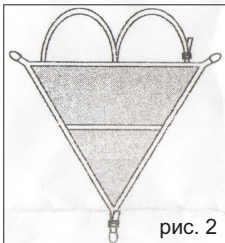

рис. 2
2. Косынка спасательная (рис.2)